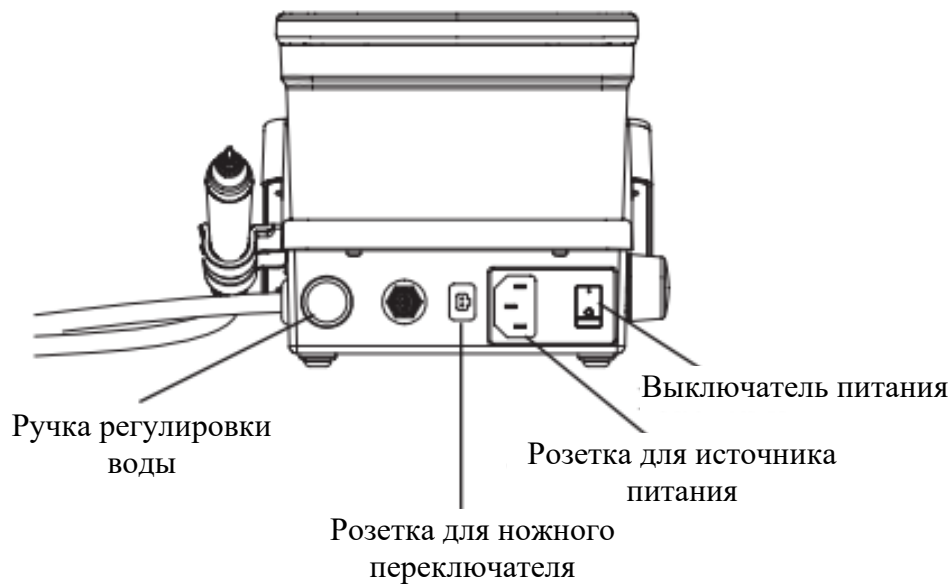

Рисунок 2
2.1.3 Вставьте вилку ножного переключателя в розетку (см. рисунок 2)
2.1.4 Подключите один конец водопроводной трубки к входу для воды, а другой конец — к источнику чистой воды (см. рисунок 2)